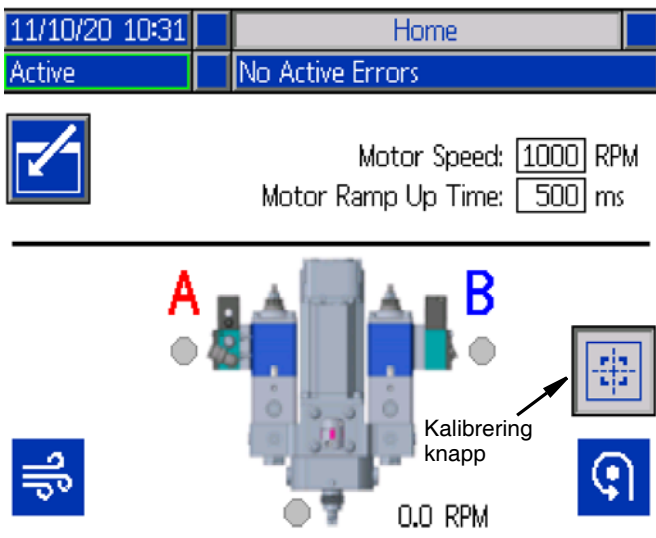

FIG. 37
1. Ta bort ADM-locket (BP).
4. Kontrollera att kalibreringsknappen (överst till höger) är intryckt Se FIG. 37.